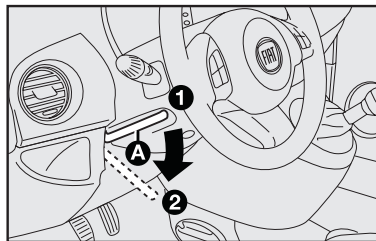

fig. 15
VOLANTE - fig. 15
- 1) deslizar la palanca A hacia abajo, a la posición 2-fig. 15;